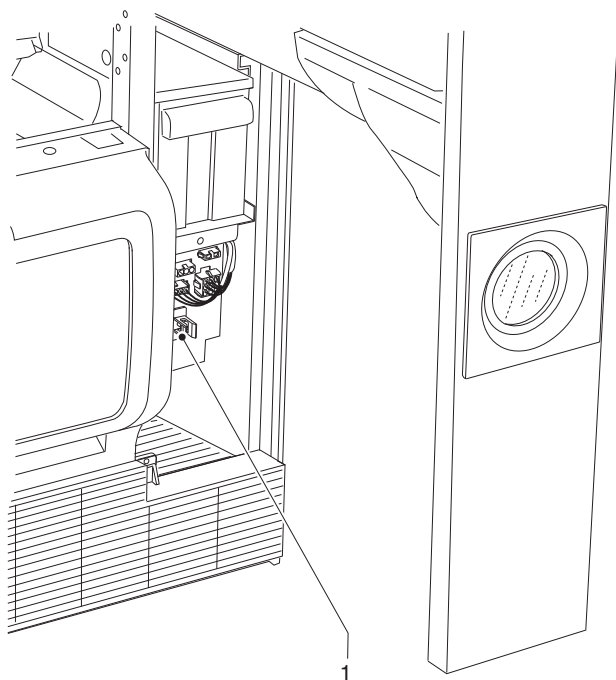

Fig. 18
**I tramezzini vanno caricati nell'apposito vassoio riconoscibile dal ponte di trattenimento (vedi fig. 18)**
Nel pannello elettrico (vedi fig. 18) è montato un microinterruttore che all'apertura del vano estraibile per i sistemi di pagamento toglie tensione all'impianto elettrico dell'apparecchiatura.